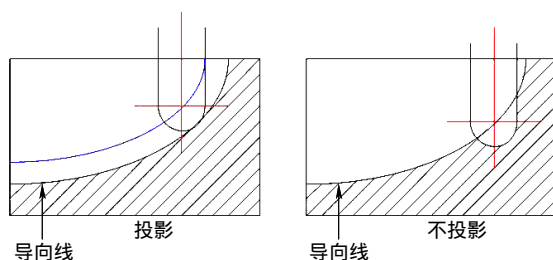

图 7-109 投影示意图
- 【投影】: 选择刀具投影与导向线。不选择投影的话, 刀具移动到导向线上。选择投影的话, 刀具将导向线视作最终形状进行移动, 如图 7-109 所示。